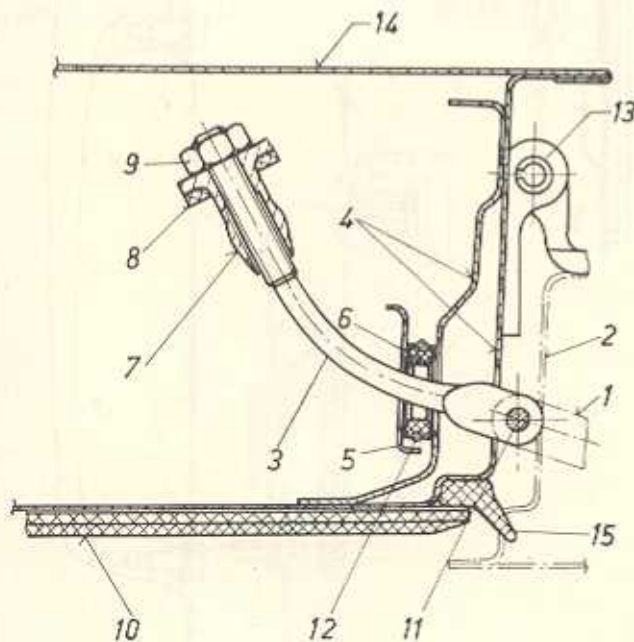

Bild K 28. Türhalter
6.2.2.3. Türhalter (Bild K 28)
Die Türabdichtung besteht aus einem Moosgummiprofil, dessen Form aus Bild K 28 zu ersehen ist.